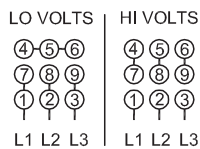

Figura 5 — Diagrama de Cableado Trifásico
- Monte (1) un tubo cuadrado de 3/4 de pulgada al extremo de cada una de las (4) varillas usando (2) contratuerzas de reborde hexagonal de acero como se muestra en la Figura 5. Apriete firmemente (asegúrese de que las tuercas no se suelten al montar la tuerca de fijación en la cara delantera del radiador).
- Monte la abertura del ventilador sobre la tuerca después de (1) soporte de montaje, la arandela y la tuerca.